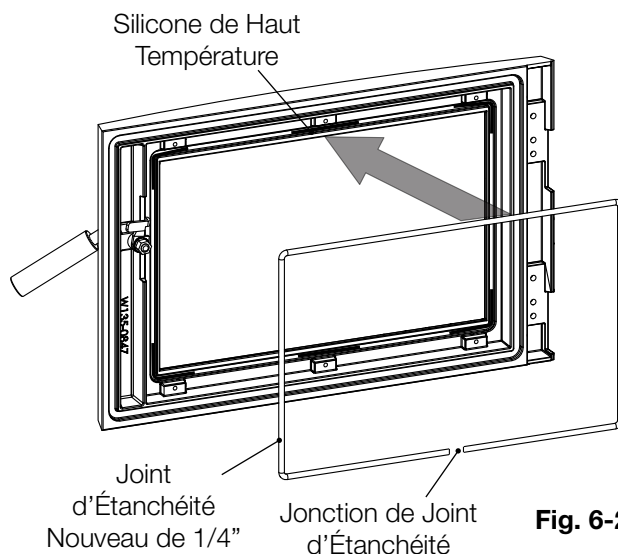

Fig. 6-2
4. Appliquez **silicone de haut température** (non fourni) dans la rainure de joint d'étanchéité comme illustré (**Fig. 6-2**).
5. Coupez le joint d'étanchéité de 1/4" gasket (fourni) à taille et le placez au dessus du silicone. Appuyez le joint d'étanchéité fermement d'assurer qu'il reste en place. Assurez-vous que le jonction de joint d'étanchéité face vers le bas comme illustré (**Fig. 6-2**).